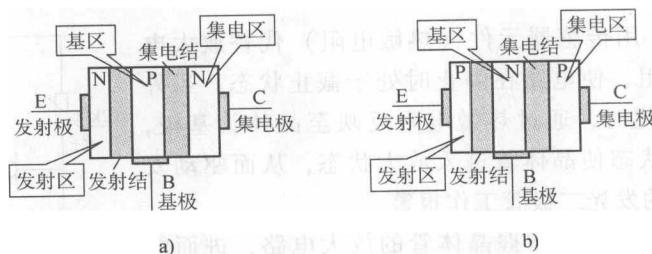

图 2-2 晶体管结构示意图
(1) 定义 晶体管又称半导体晶体管，它是由两个 PN 结和三个引出电极及外壳组成的半导体器件。在晶体管内也有电子与空穴两种载流子，它们同时参与导电，故晶体管又称为双极型晶体管 (Bipolar Junction Transistor, BJT)。它的基本功能是具有电流放大作用。
(2) 内部结构 晶体管从内部半导体的构成方式分 PNP 型和 NPN 型两种。它们的内部结构形式是一样的，都有三个极（即基极、集电极和发射极）；三个区（即基区、集电区和发射区）和两个 PN 结（即集电结和发射结），其各自结构如图 2-2 所示。